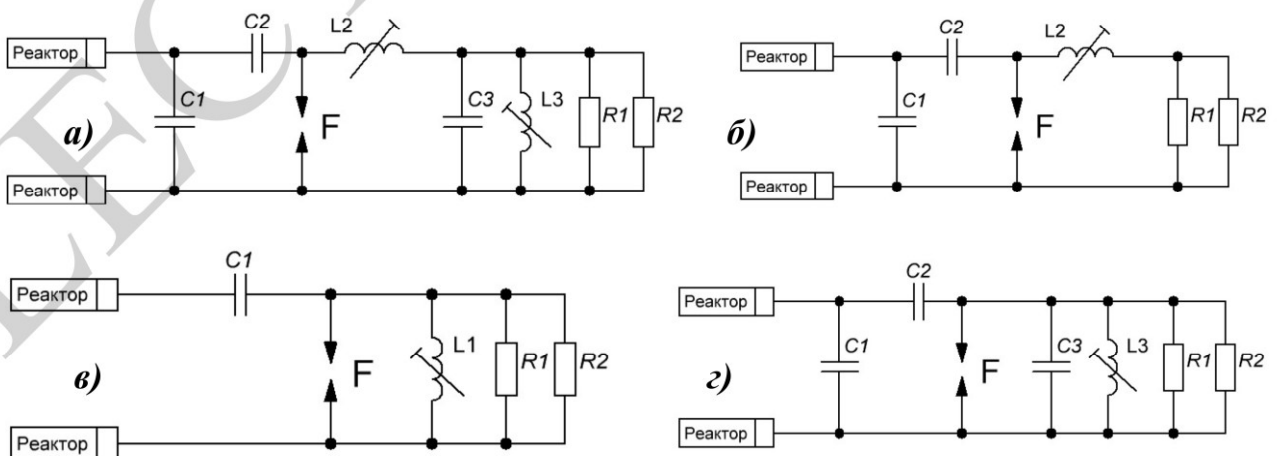

Рис. 2 – электрические схемы УНУ
4.1. В заградителях в зависимости от диапазона используются несколько схем фильтрации: широкополосные трёх и двух контурная; полузвено фильтра верхних частот, двухконтурная на ёмкостно связанных контурах (Рис. 2 а, б, в и г, соответственно). По усмотрению производителя может быть реализована другая схема, дающая необходимые параметры при сохранении запасов по частоте и надёжности.